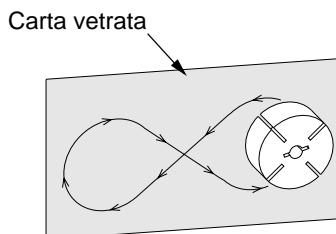

Figura 25. Carteggiatura del rotore
- Stendere un foglio di carta vetrata (di grana 600) su una superficie piatta. Carteggiare leggermente per quattro volte il rotore con un movimento ad "8" (vedere la Figura 25).